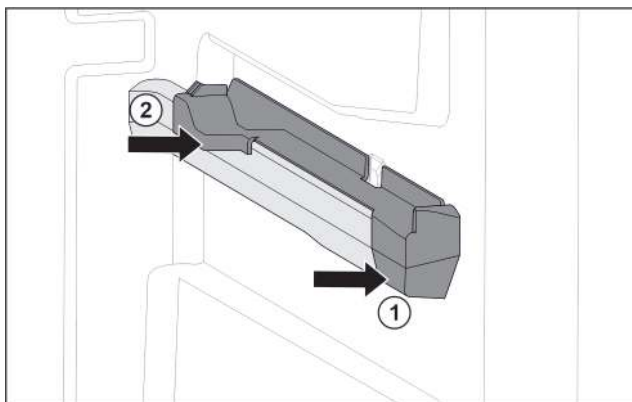

Fig. 75 Вставная часть на правом контейнерном ребре
- Наденьте вставную часть спереди на контейнерное ребро. Fig. 75 (1)
- Нажмите на вставную часть сзади. Fig. 75 (2)